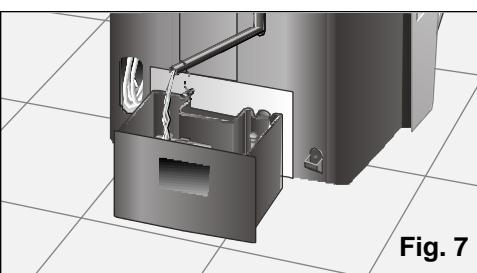

Fig. 7
- ❑ Si nécessaire, vous pouvez incliner l'appareil pour faciliter son déplacement. Avant, retirez l'eau se trouvant dans le réservoir interne en sortant le tube d'évacuation d'eau de son logement et en retirant le bouchon, Fig. 7, pour évacuer l'eau générée. Une fois que le réservoir est vide, n'oubliez pas de remettre le bouchon en place et le tube dans son logement.